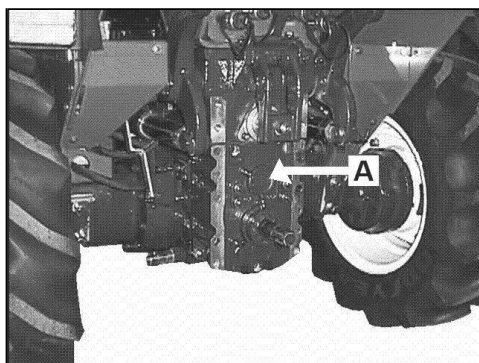

Fig.8
- smontare il coperchio posteriore **A** della presa di forza come illustrato nella fig.8;